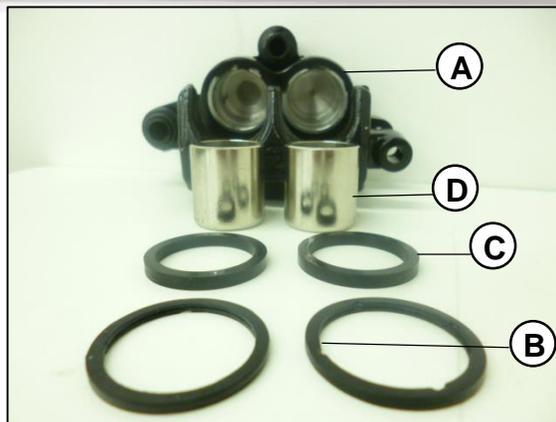

Fig.24
Reemplace los retenes (B) y guardapolvos (C) del pistón (D) por unos nuevos. **Fig.24**
Lubrique los retenedores (B) y guardapolvos (C) del pistón (D) con líquido de frenos nuevo, al igual que cada cilindro (A). **Fig.24**